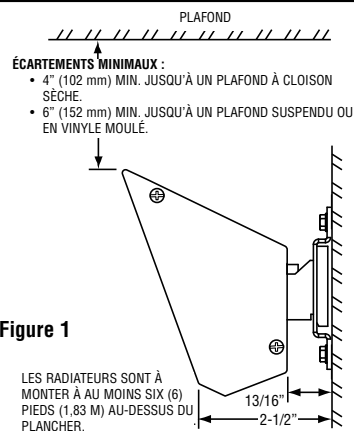
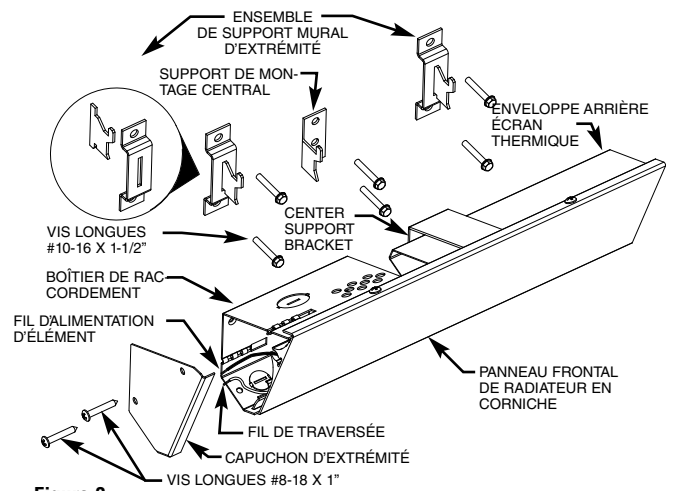

Figure 1
Figure 3
- Les écartements minimaux qui suivent doivent être respectés (voyez les Figures 1 et 4) :
- Sélectionnez la distance de montage correcte depuis le matériau de plafond à la Figure 1. En utilisant le Tableau 1 déterminez la distance de centre à centre des supports muraux d'extrémités pour le modèle (puissance) concerné par le montage. Divisez cette valeur par 2 pour déterminer l'emplacement approprié où sera monté le support mural central. Marquez discrètement ces emplacements sur le mur qui sera porteur. Localisez un poteau mural au plus près du marquage de support mural central. Utilisez ce poteau comme emplacement pour le support (en négligeant le marquage d'origine porté précédemment). Assemblez les supports muraux d'extrémités comme c'est montré en Figure 3.
7. Fixez les capuchons d'extrémité (qui se trouvent dans le sac de pièces) comme c'est montré en Figure 3.